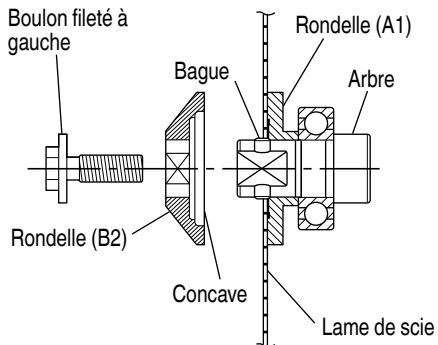

Fig. 17
2. Montage de la lame de scie (Fig. 17)